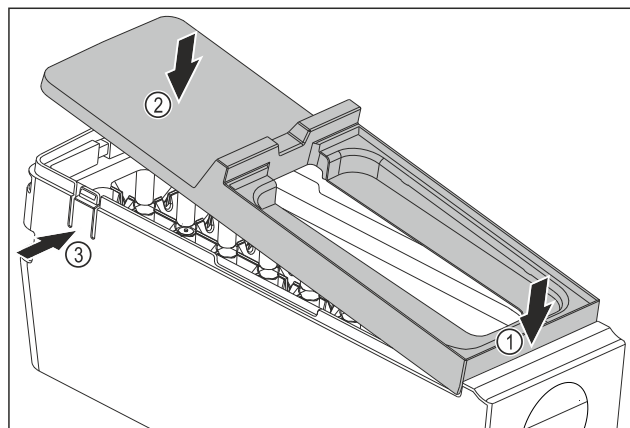

Fig. 215
- Montáž krytu korpusu EasyTwist-Ice: Nasadte kryt na přední stranu. Fig. 215 (1)
- Spusťte kryt vzadu dolů. Fig. 215 (2)
- Kryt slyšitelně zaklapne v obou lamelách Fig. 215 (3).